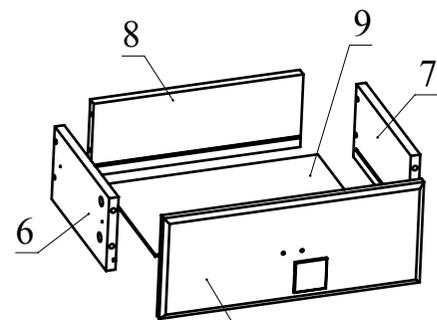
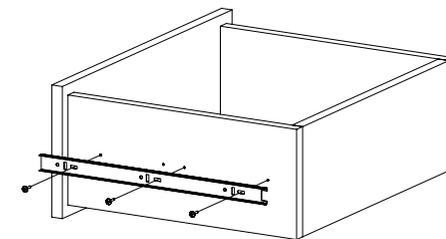

Рис.8
Рис.9
7. Соберите ящики. Для этого соедините детали 6, 7, 8 с помощью конфирматов. Затем вставьте деталь 9 в пазы. Установите деталь 1 от ИЗ-580 и зафиксируйте, затянув головки минификс (Рис. 8). Внутренние планки телескопических направляющих закрепите на деталях 6 и 7 шурупами 3,5х16 (Рис. 9). Закрепите винтами М4х20 ручку на фасадах ящиков.